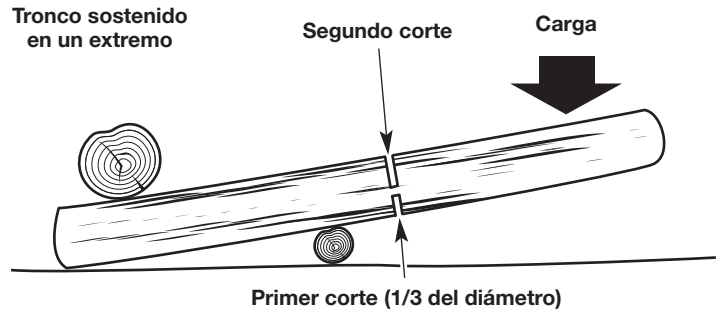

Fig. 14
- Si el tronco está sostenido en un extremo (Fig. 14), haga el primer corte desde el lado de abajo (tronzo desde abajo). Consulte *Tronzo desde abajo*.